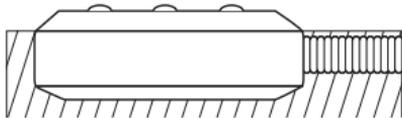

Рис. 4. Установка датчика в полу.
- Установка датчика на полу (врезать в плитку, покрытие) (см. рис. 4). Провод подводится в гофрированной трубке. Выступ датчика над линией пола (3–4 мм) позволяет исключить ложное срабатывание.